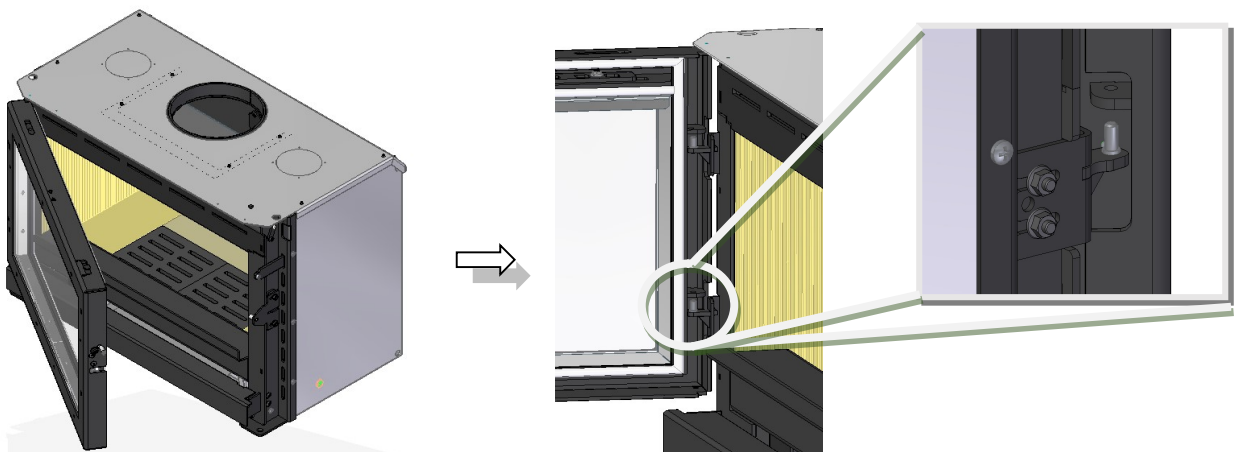
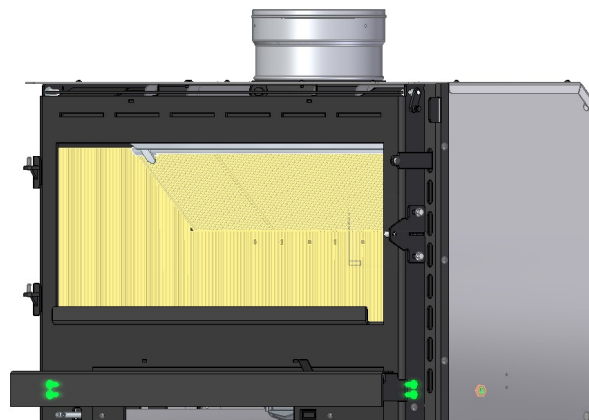

Figure 10 - Désolidariser la porte des supports
Figure 11 - Démontage du panneau inférieur
9. N'oubliez pas que lorsque vous mettez l'équipement en place, vous devez retirer la porte en la soulevant vers le haut afin de la retirer des supports, Figure 10. Si votre équipement est une porte en tôle, il est conseillé de retirer également le panneau inférieur, en desserrant les vis latérales comme indiqué sur la Figure 11. S'il s'agit d'un équipement à porte vitrée, il n'y a pas de panneau inférieur.